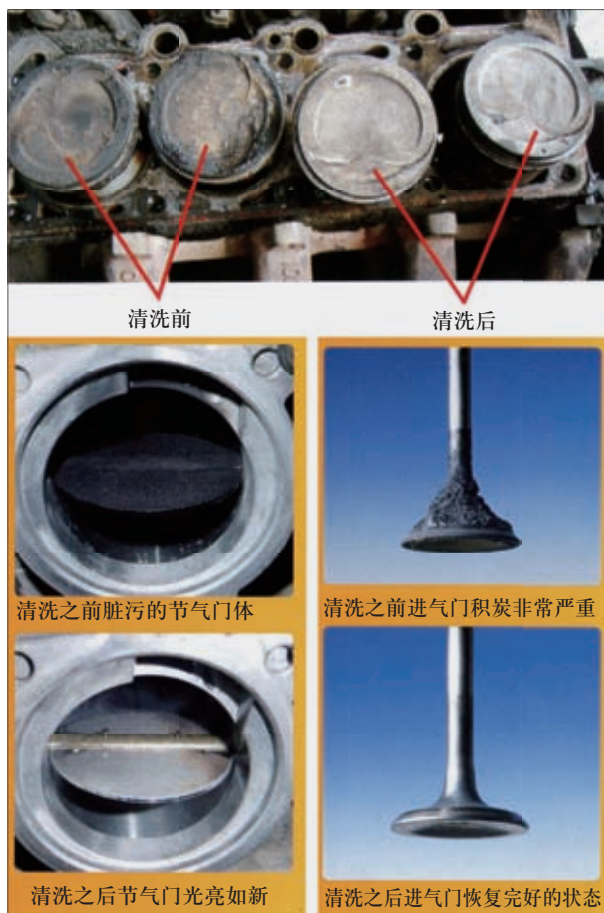

图3 积炭清洗前后对照图
(3)将除炭剂注入燃烧室中,让除炭剂直接浸泡活塞顶部、进排气门、燃烧室表面的积炭,一段时间后再抽出除炭剂,活塞顶部、燃烧室与进排气门都可以清洁到呈现金属原色的程度(见图3)。